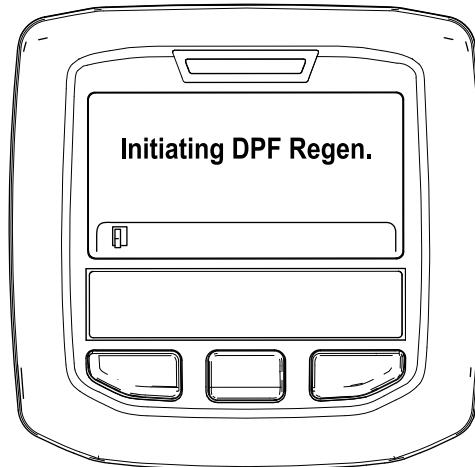

Figura 34
- Viene visualizzato il messaggio "Inizializzare Rigen. FAP" (Figura 34).